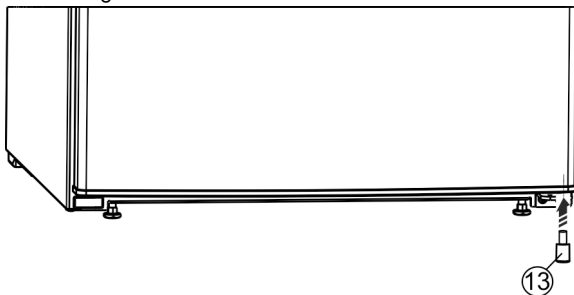

Fig. 26 *
- De afstandhouder Fig. 26 (13) weer rechtsonder in de deur terugplaatsen, omdat dit belangrijk is voor de stabiliteit van het apparaat.*